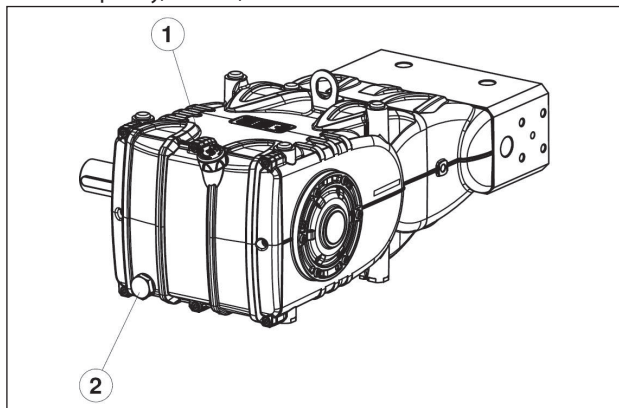

Рис. 1
Для слива масла выньте маслоизмерительный щуп поз. ①, а затем пробку, поз. ②, Рис. 1.